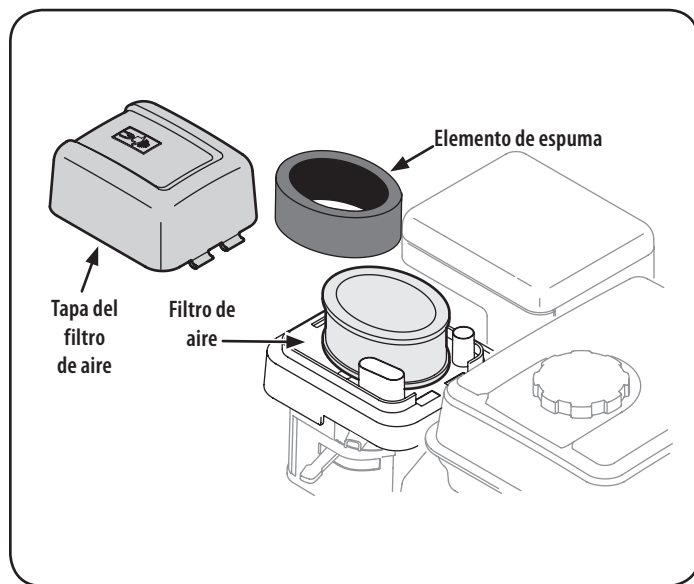

Figura 24
1. Oprima la pestaña de la tapa del filtro de aire, levante la tapa y retire el filtro. Vea la Figura 24.